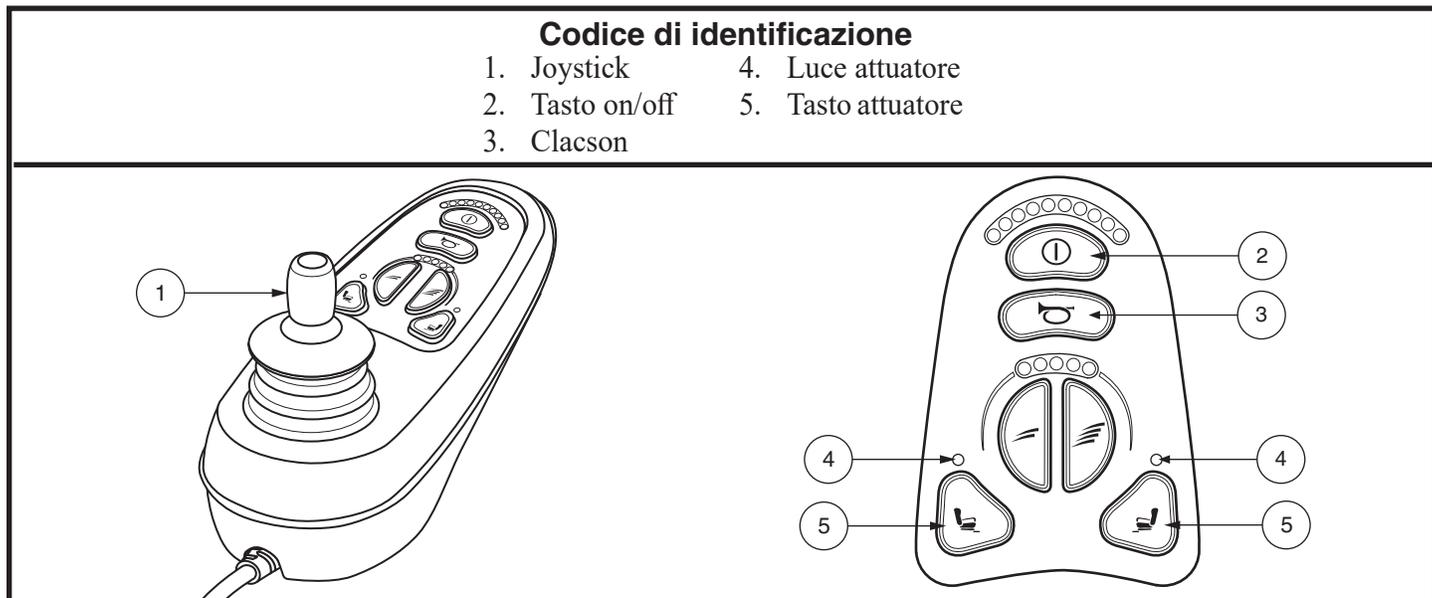

Figura 11. Centralina e tastiera VR2 a 6 tasti
1. Premere il tasto on/off per accendere la carrozzina e la centralina. **Vedere figura 11.**
2. Premere il tasto dell'attuatore desiderato per selezionare la modalità attuatore. **Vedere figura 11.**
5. Premere il tasto on/off per tornare in modalità di guida. **Vedere figura 11.**